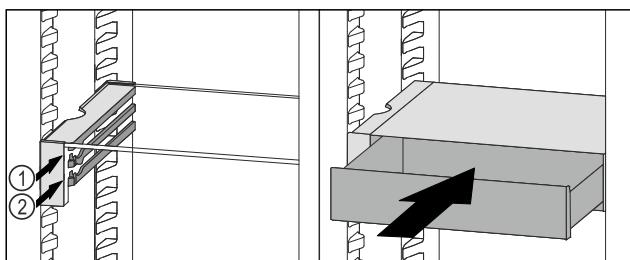

Fig. 66
- Stavite ladicu VarioSafe ukoso iza zaustavljača na željeni žlijeb Fig. 66 (1) ili Fig. 66 (2).